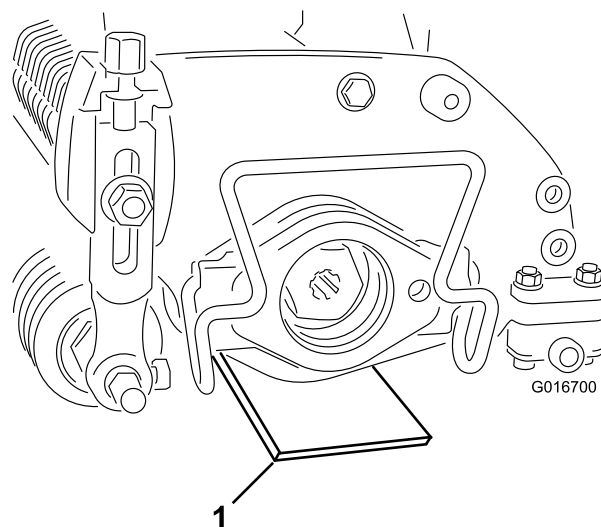

Figura 3
2. Montai o bară de distanțare, care are înălțimea de tăiere dorită deasupra solului, sub fiecare capăt al unității pentru înlăturarea ierbii uscate (Figura 3).